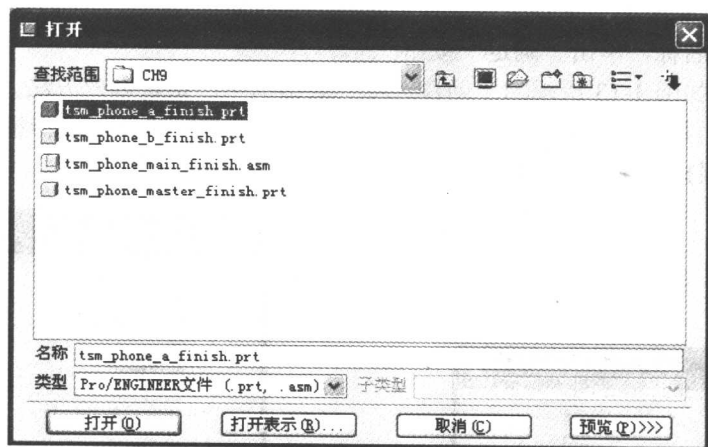

图 1-10 选择要装配的零部件
- 3) 从如图 1-10 所示的对话框中, 选择要添加到组件的元件(零部件), 单击“打开”按钮。